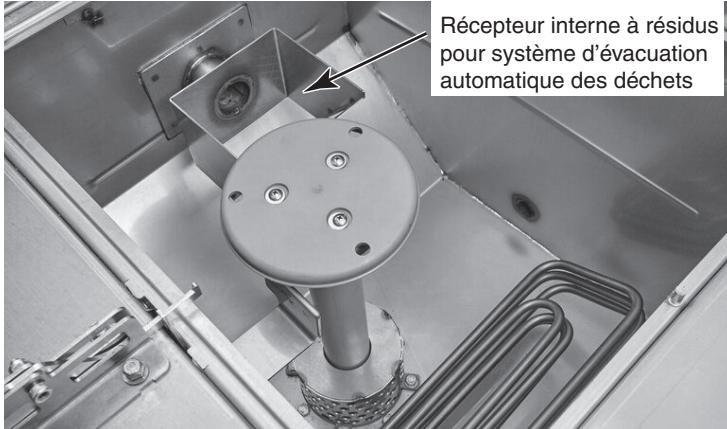
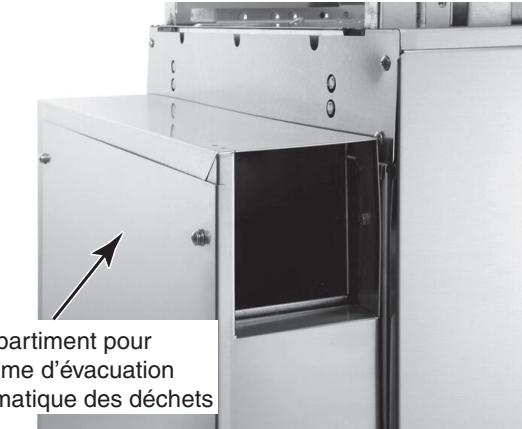

Fig. 29
Fig. 30
1. Appuyer sur la touche ALIMENTATION (Fig. 30) pour éteindre le lave-vaisselle.
13. Sur les modèles CL-ADV, arroser le récepteur du système d'évacuation automatique des déchets pour éliminer les salissures ou les résidus alimentaires (Fig. 29). Laver entièrement l'intérieur du compartiment du système d'évacuation automatique des déchets situé à l'entrée de l'appareil (Fig. 30) à l'aide d'un tuyau flexible muni d'une buse d'arrosage.. Enlever les salissures restantes avec un chiffon ou une brosse souple et un nettoyant doux. Rincer de nouveau à l'aide du tuyau à buse d'arrosage. Ne pas laisser les résidus alimentaires s'accumuler au fond et/ou sur les côtés du compartiment du système d'évacuation.